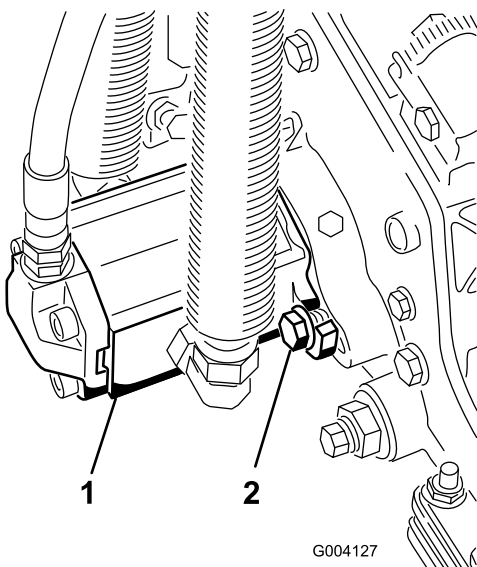

図 15
11. モータを手を持ち、右回りにひねってモータのフランジをキャップスクリュから逃がしながら、キャップスクリュにモータをセットする図 15。